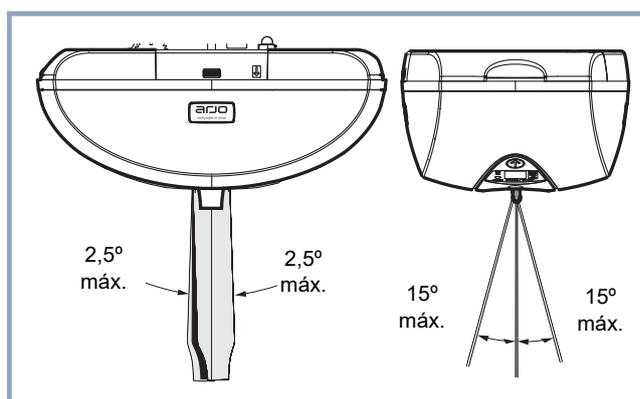

Figura 7
- Ao elevar ou descer o paciente, nunca se esqueça de manter a extensão o mais direita possível para efeitos de segurança e para impedir um desgaste prematuro dos componentes do elevador. Nunca exceda os valores máximos indicados na Figura 7.